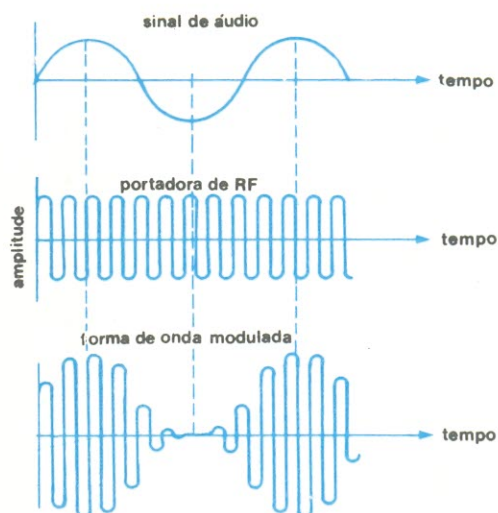

FIGURA 1
A modulação AM, em sua forma básica, é talvez a mais fácil de se produzir. Nesse caso, para se imprimir uma modulação de áudio-freqüência (AF) em uma portadora de RF, faz-se variar a amplitude da portadora, de acordo com a amplitude instantânea do sinal de AF, num processo conhecido como «misturação». Na figura 1, as formas de onda de áudio e da portadora são combinadas para produzir o sinal modulado de RF, visto na parte inferior da ilustração. Observe que a amplitude pico-a-pico relativa do sinal modulado varia conforme a amplitude relati-